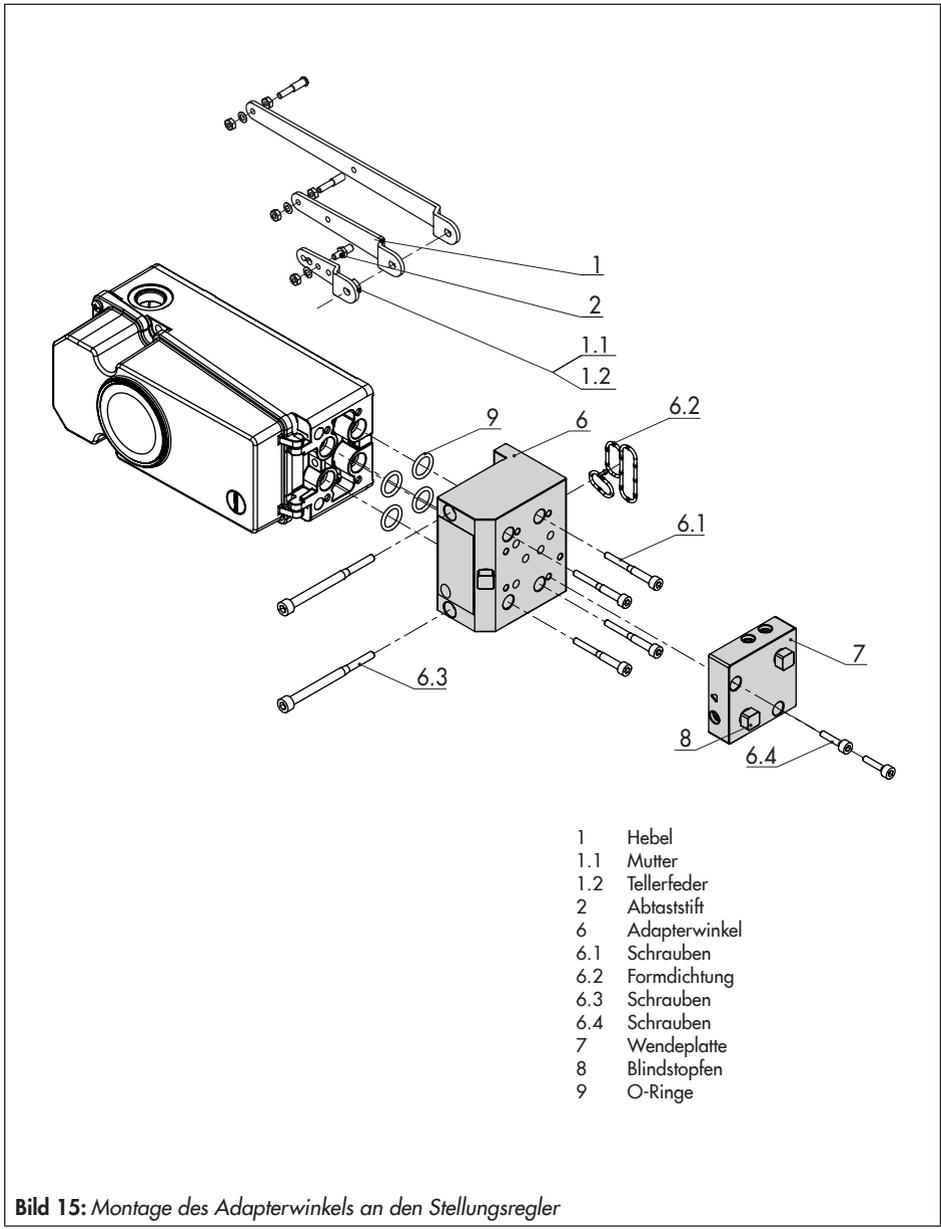

Bild 15: Montage des Adapterwinkels an den Stellungsregler
10. Stellungsregler so aufsetzen, dass der Abtaststift (2) auf der Oberseite des Mitnehmers (3) zu liegen kommt. Der Hebel (1) muss mit Federkraft auf dem Mitnehmer aufliegen.
11. Den Stellungsregler mit den beiden Befestigungsschrauben (6.3) am Adapterblock (13) festschrauben, auf richtigen Sitz der Formdichtung (6.2) achten (vgl. Bild 15).